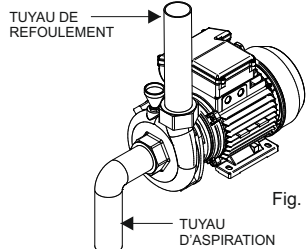

Fig. 1
- Le tuyau d'aspiration (Fig. 1) doit être d'un diamètre égal ou supérieur à l'orifice d'aspiration de la pompe, et maintenir une pente ascendante d'au moins 2% pour permettre une bonne purge de la tuyauterie.
- Le tuyau de refoulement (Fig. 1) doit avoir un diamètre égal ou supérieur à celui de l'orifice de refoulement de la pompe.